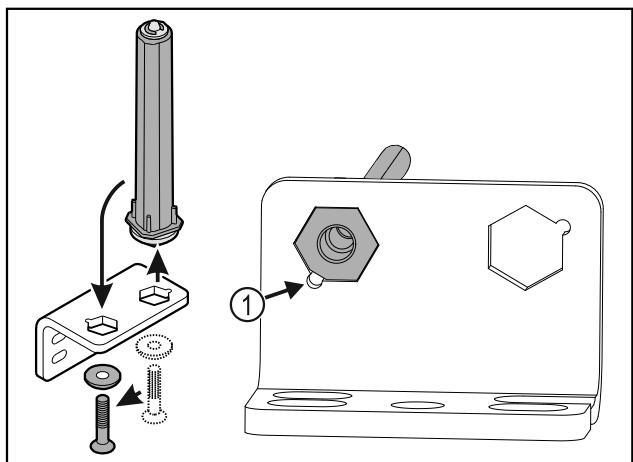

Fig. 19
- Uzmaniet, lai ievietošanas laikā tapas nošļauptums Fig. 19 (1) būtu vērstts pret apaļo caurumu.